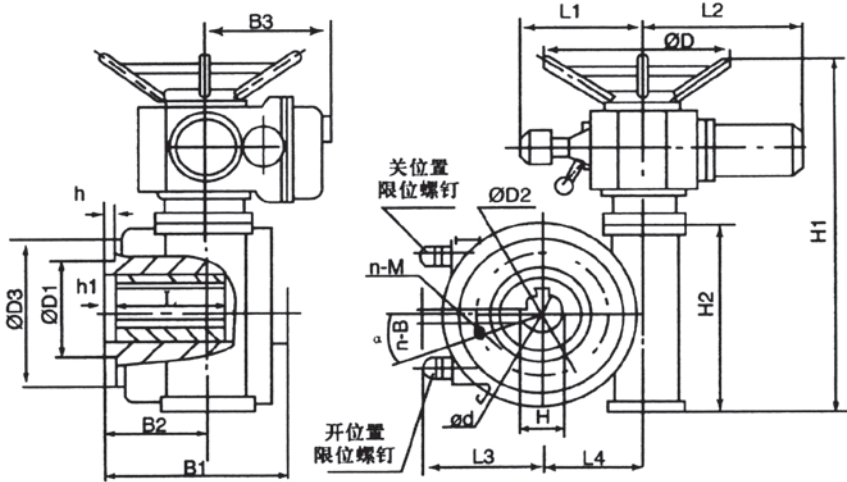

图3. DQW的外形图
5.1.2 DQW、DQB的外形和外形尺寸见图3和表3
5.2.2 DQW、DQB与阀门的连接尺寸见图3和表5。